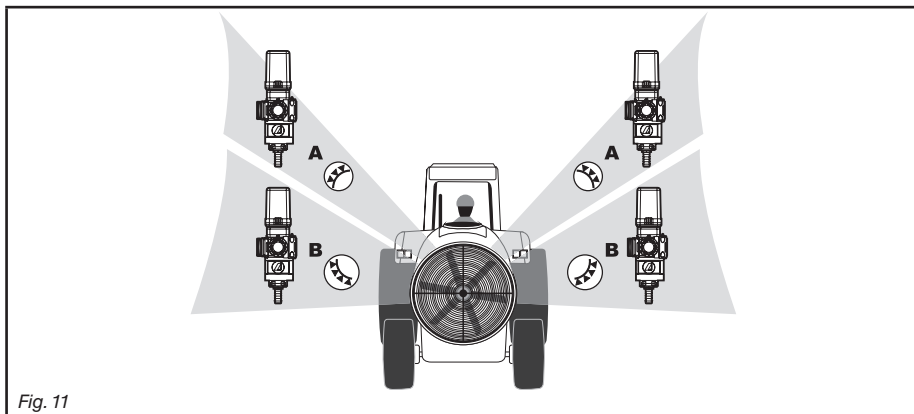

Fig. 11
- **le valvole di sezione sono SPECULARI (Fig. 11):**
effettuate la procedura di regolazione solamente per una parte del gruppo di comando (raggiere a destra o sinistra, valvole **A e B**); per regolare l'altra parte delle raggiere ruotate allo stesso modo le manopole dei ritorni calibrati seguendo la corrispondenza delle valvole (Fig. 11).